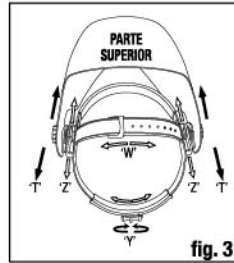

fig. 3
Para aumentar ou diminuir a circunferência global do amês, rode o manípulo na parte traseira do amês. (Ver regulação "Y" na fig. 3). Esta operação pode ser efetuada com a máscara colocada na cabeça e permite definir a tensão certa, de forma a manter a máscara firme na cabeça sem que fique demasiado apertada.
Se o amês ficar demasiado alto ou demasiado baixo na sua cabeça, ajuste a correia que passa por cima da cabeça. Para o efeito, solte a extremidade da correia retirando o fuzilhão do orifício existente na correia. Faça deslizar as duas partes da correia até obter a largura pretendida e introduza o fuzilhão no orifício mais próximo. (Ver regulação "W" na fig. 3).
1.º passo: Desaperte a porca de bloqueio (ver "T" na fig. 3), para regular a distância entre a máscara e o seu rosto na posição descida.